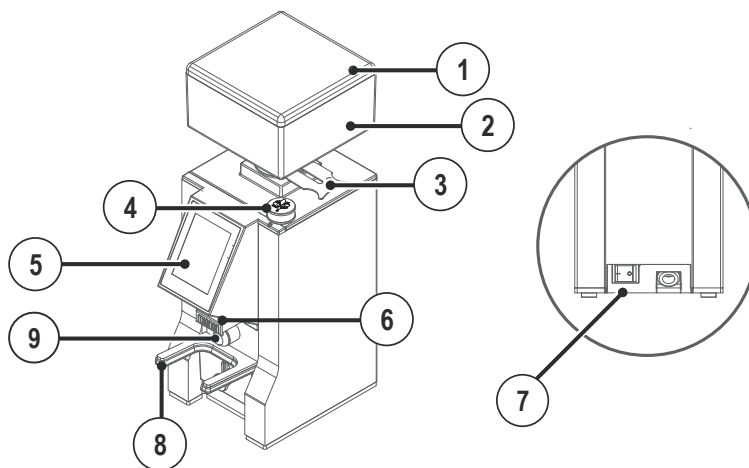
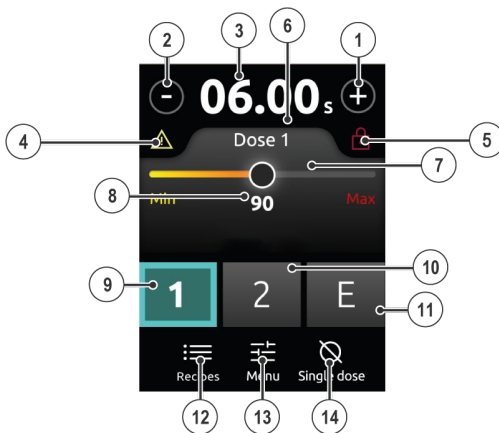

Fig. 5.1 - Descrizione della macchina
Fig. 5.2 - Schermata principale
Per le parti della macchina, vedere Fig. 5.1.
Per la descrizione del display, vedere Fig. 5.2.
Ruotando il pomello, è possibile visionare sulla schermata principale la distanza tra le macine associata alla tipologia di macinatura scelta (8 - Fig. 5-2).
- Portare l'interruttore in posizione di accensione (7 – Fig. 5.1).
- Selezionare la dose da erogare tramite gli appositi pulsanti (9,10, 11 – Fig. 5.2).
- Appoggiare la coppa del portafiltro sulla forcella (8 – Fig. 5.1), prestando attenzione che quest'ultimo sia precisamente sotto la bocchetta di erogazione (6 – Fig. 5.1).
- Premere nuovamente il tasto dose selezionato, oppure il pulsante frontale (9,10, 11 – Fig. 5.2) (9 – Fig. 5.1).
In condizione di stop, il tempo di macinatura sul display (3 – Fig. 5.2) risulta lampeggiante.
Per riportare il tempo della dose al suo valore iniziale, premere sul tempo di macinatura lampeggiante (3 – Fig. 5.2) per 2 secondi.
Attraverso la schermata principale (Fig. 5.2), è possibile accedere alle seguenti funzioni.
Per diminuire o incrementare la dose selezionata, premere i tasti + e - della schermata principale (1, 2 - Fig. 5.2). La variazione per singola dose è di 0,1 secondi.
Per effettuare una variazione continua del tempo dose con andamento crescente, premere e tenere premuto uno dei due pulsanti + o - (1, 2 - Fig. 5.2).
Per bloccare la regolazione del tempo di erogazione delle dosi, premere contemporaneamente + e - (1, 2 - Fig. 5.2) per 2 secondi. Se la regolazione del tempo di erogazione dosi risulta bloccata, sul display compare l'icona  (5 - Fig. 5.2) e i pulsanti + e - (1, 2 - Fig. 5.2) divengono inattivi.
Per sbloccare la regolazione del tempo di erogazione delle dosi, premere e tenere premuto contemporaneamente + e - (1, 2 - Fig. 5.2) per 2 secondi.
Per selezionare la dose da impostare, premere i pulsanti 1, 2, E (9,10, 11 - Fig. 5.2).